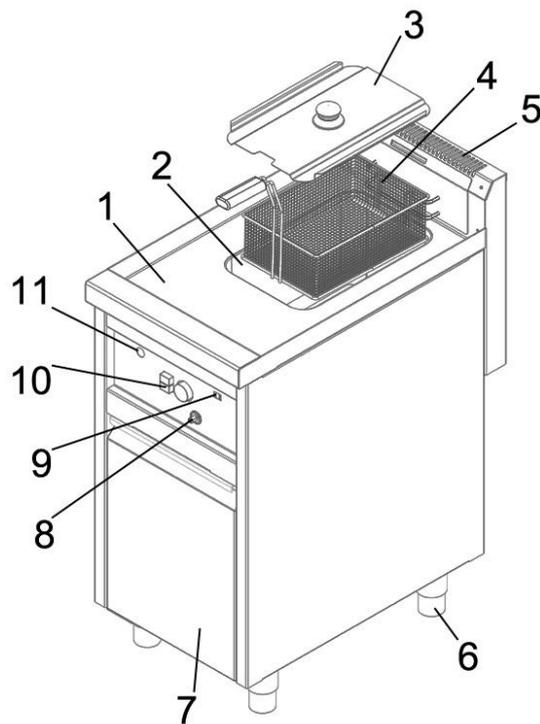
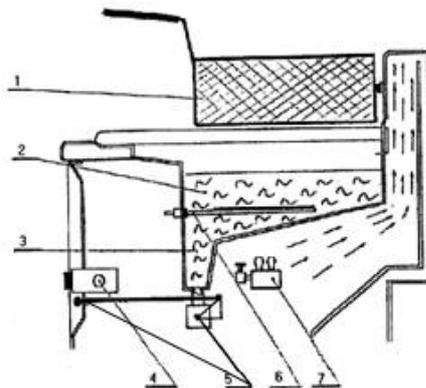
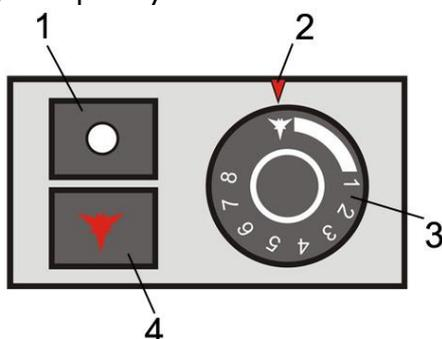

Рис.1. Устройство газовой фритюрницы
Рис.2. Устройство фритюрной ванны
Рис.4. Блок управления фритюрницей
На рис.1 приведено общее устройство газовой фритюрницы.
Фритюрница располагается на закрытом кабинете с распашными 1 или 2 дверями 7 (рис.1). В зависимости от модели, устройство может иметь одну или две обжарочные камеры (ванны) 2 (рис. 1). Чтобы избежать попадания посторонних предметов в ванны устройства, они накрываются съемными крышками 3 (рис.1). Высота устройства регулируется ножками 6 (рис.1).
За ваннами располагается коллектор 5 (рис.1) с вентиляционными отверстиями и фиксатором для корзины. Через отверстия в коллекторе удаляются продукты сгорания, они имеют очень высокую температуру. Съемный фиксатор корзины в коллекторе используется для удаления из корзины с готовым продуктом избыточного масла.
Ванна фритюрницы разработана таким образом что, так называемая, холодная зона 3 (рис.2) позволяет осаждать в ней отработанное масло и нагар от фритюра. В ванне располагается корзина из хромированной стали 4 (рис.1) для продуктов, требующих обжарки и термостат с защитой от перегрева 6 (рис.2).
Под ванной располагаются основная и запальная газовой горелки 7 (рис.2). Запальная горелка осуществляет розжиг основной, а последняя нагревает ванну с маслом. Также под ванной размещается сливной кран с рычагом 5 (рис.2), предназначенный для слива отработанного масла и ёмкость для сбора масла.
- кнопка пьезорозжига 8 (рис.1);
- блок управления фритюрницей 10 (рис.1, рис.4);
- индикатор готовности устройства к работе 9 (рис.1);
- смотровое отверстие 11 (рис.1) для контроля пламени запальной горелки;
- Установите ручку регулировки температуры 3 (рис.4) в положение «розжиг запальной горелки», при котором символ  на ручке совпадает с риской 2 (рис.4).
- Нажмите и удерживайте кнопку включения подачи газа 1 (рис.4), при этом автоматически выжметя кнопка розжига запальной горелки 4 (рис.4).
- Удерживая кнопку 4, несколько раз нажмите кнопку пьезорозжига 8 (рис.1) до розжига запальной горелки. Проверить это можно через смотровое отверстие 11 (рис.1). Если запальная горелка не зажглась, отпустите обе кнопки и вновь попробуйте зажечь запальную горелку.
- После появления пламени в запальной горелке, удерживайте кнопку 1 (рис.4) нажатой в течение 10 секунд до срабатывания предохранительного клапана (**при первом пуске устройства, а также после каждой замены баллона СУГ – через 60 секунд**). Проследить за пламенем запальной горелки можно через смотровое отверстие 11 (рис. 1), располагающееся на лицевой панели устройства. Если запальная горелка погасла, следует повторить процедуру розжига.
- Убедившись, что пламя запальника постоянно и стабильно, поверните ручку 3 (рис. 4) против хода часовой стрелки и установите необходимую температуру масла в соответствии с таблицей 2. При повороте ручки крана против хода часовой стрелки – кран открывается и осуществляется розжиг основной горелки.
- Для временного отключения устройства поверните ручку крана по ходу часовой стрелки, в положение «розжиг запальной горелки», при этом символ  на ручке совпадает с риской 2 (рис.4) – основная горелка гаснет, а запальная горелка остается зажженной («дежурный режим»).
- Для того, чтобы полностью отключить устройство необходимо нажать на кнопку 1 (рис.4).